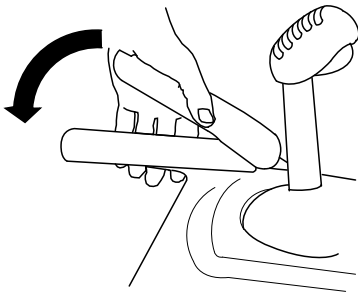

Bild 9
3. Drücken Sie den linken Hebel (Fahrtrieb) zum Handgriff (Bild 9).
6. Drücken Sie den linken Hebel (Fahrtrieb) zum Handgriff (Bild 9).